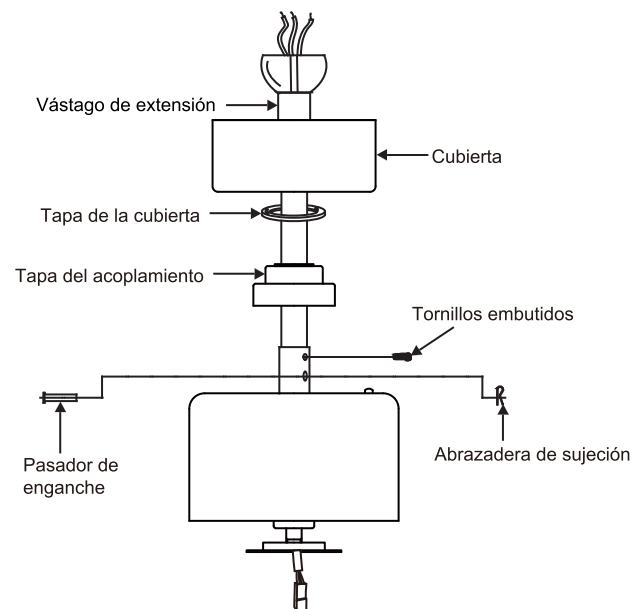

Fig. 9
Paso 8. Deslice la tapa de acoplamiento, la tapa de la cubierta y la cubierta sobre el vástago de extensión. **(Fig. 9)**
Enrosque la bola colgante en el vástago de extensión, inserte el pasador transversal en el vástago de extensión y ajuste. Ahora, ajuste el tornillo embutido. **(Fig.9)**